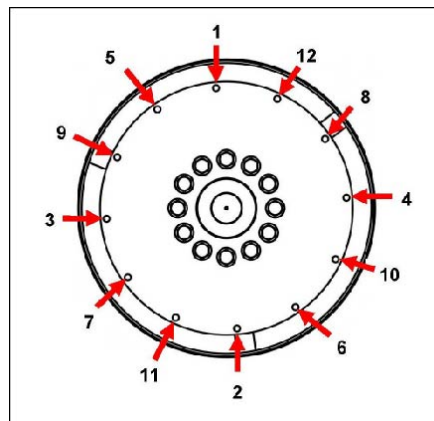

ABBILDUNG 18. REIHENFOLGE DER BEFESTIGUNG
- Die Ausrichtungsstifte entfernen. Die Kupplungsschrauben unter Verwendung von Hochlast-Unterlegscheiben unter den Köpfen anbringen. Kupplungsbefestigungsschrauben am Schwungrad in der Reihenfolge festziehen wie dargestellt in Abbildung 18 auf Seite 36.